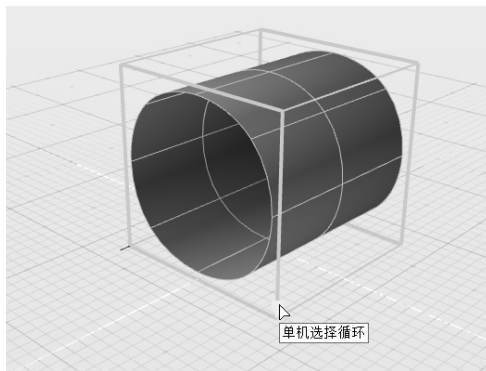

图 6-29 在高级模式下链选
4) 在模型上，将鼠标光标悬停于开放边线的边角处，此时出现提示“单击选择循环”，如图 6-29 所示，单击后可获得与前面操作相同的链选结果。